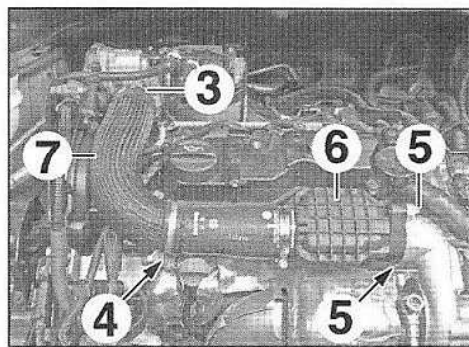

FIG.127
- Desserrer le collier (3) (Fig.127).
- l'écrou (4),
- les vis (5),
- l'atténuateur de bruit (6) équipé du conduit d'air (7).